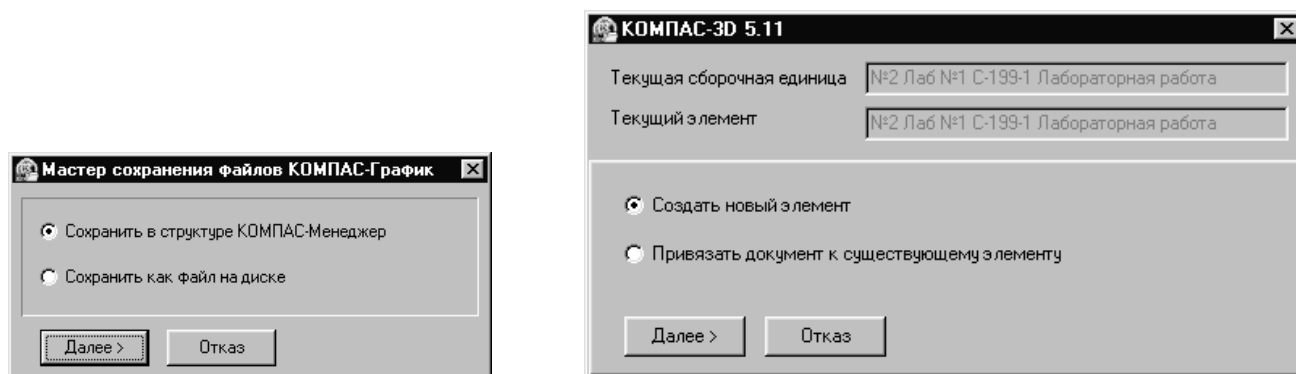
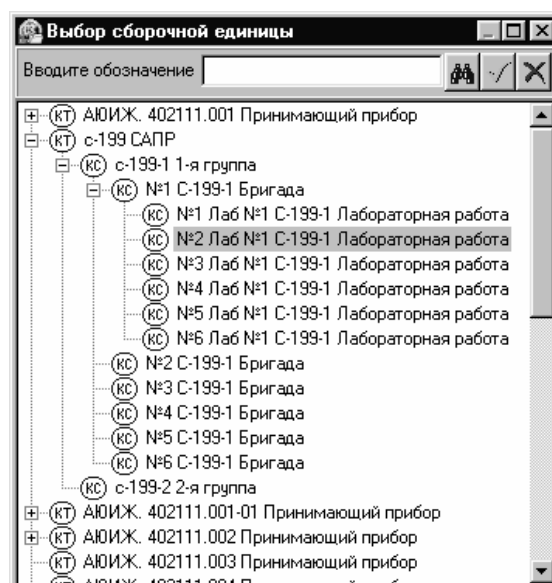
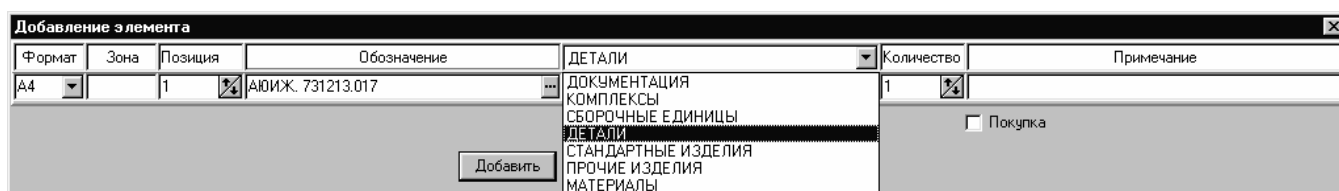

Рис. 22. Мастер сохранения файлов
Рис. 23. Выбор сборочной единицы
Рис. 24. Добавление элемента
3.4. Определяем имя файла для сохранения модели. Для этого выбираем пункт меню «Файл» → «Сохранить» или нажать кнопку «Сохранить»  на панели инструментов. После этого необходимо выбрать пункт «Сохранить» в структуре КОМПАС-Менеджер» (рис. 22) и нажать кнопку «Далее >». Выбрать пункт «Создать новый элемент» и нажать кнопку «Далее >» → «Выбор сборочной единицы» (рис. 23). Затем выбрать свою группу → подгруппу → бригаду → № лабораторной работы →  → «Далее >». Потом выбрать из выпадающего списка «Детали» и нажать «Добавить» (рис. 24).